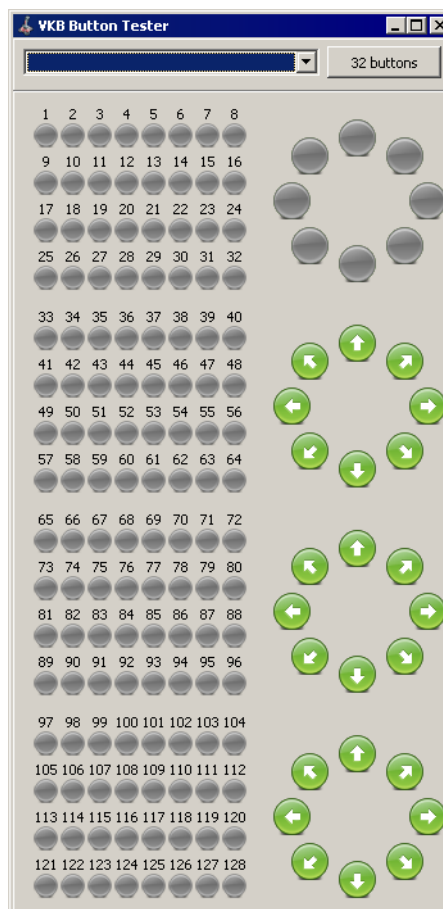
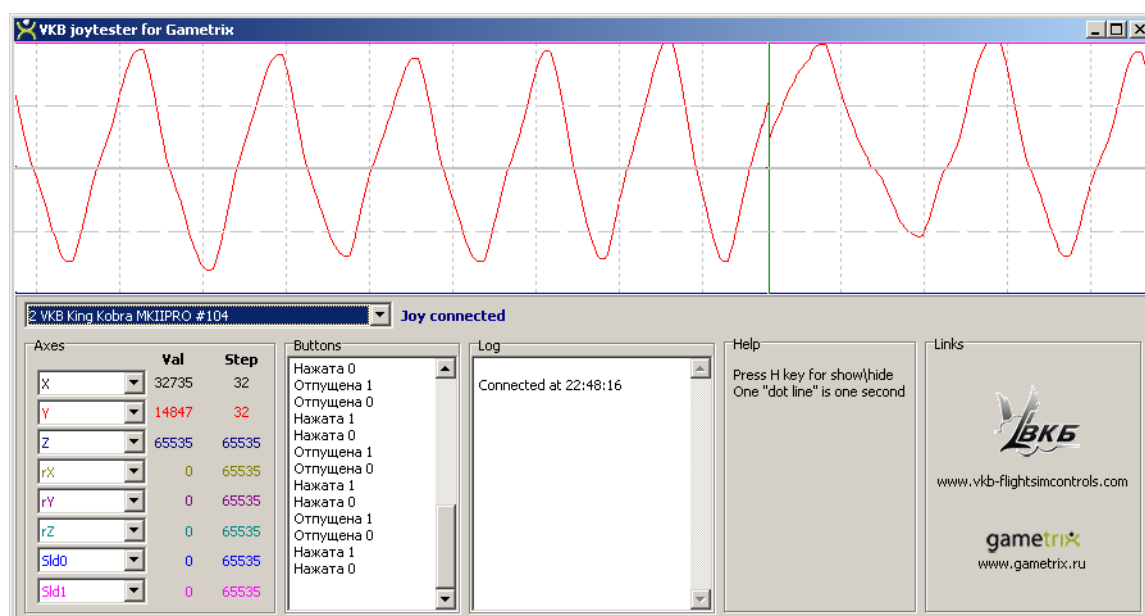

Рис. 9.8.
Рис. 9.9.
6. Проверьте работу всех кнопок, тумблеров и энкодеров используя индикацию приложения *VKB\_BtnTester* (рис. 9.8) или *VKB\_Joytester* (рис. 9.9).